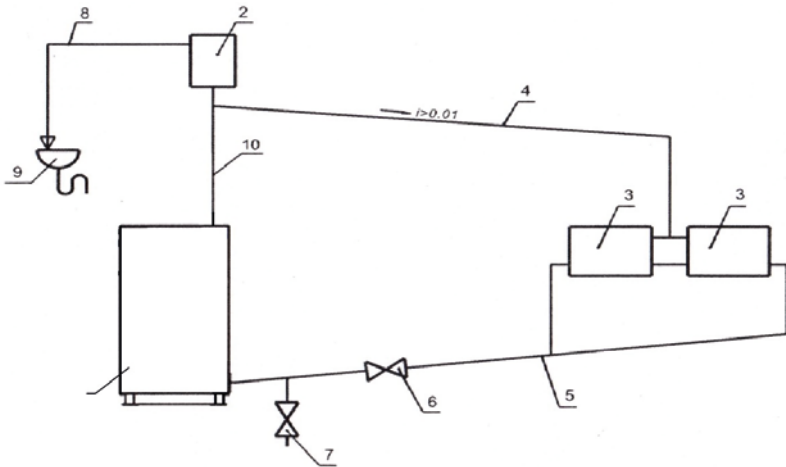
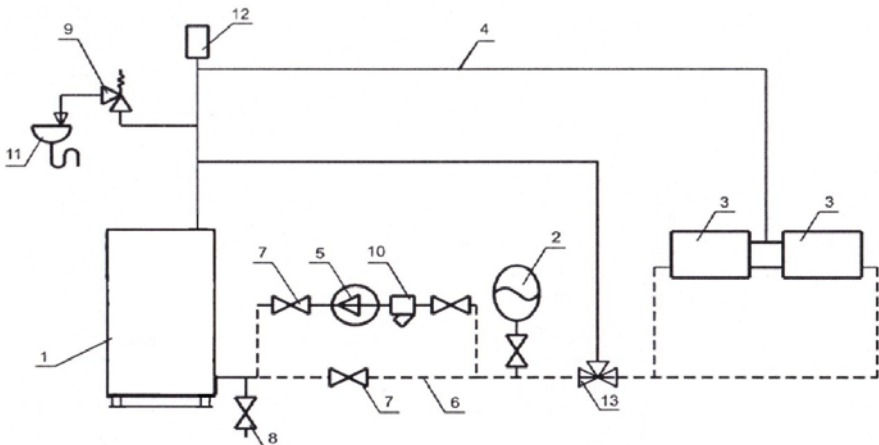

Рис. 4 Схема закрытой системы отопления
Рис. 5 Схема открытой системы отопления
- 7.2. При наличии стука в системе (гидравлические удары по причине парообразования), следует немедленно прекратить горение в топке и дать воде остыть до температуры 70°C, затем долить систему водой через кран (поз.8 рис.4) и вновь растопить котёл.
- 7.3. В зимнее время, если требуется прекратить топку на срок свыше суток, во избежание замерзания необходимо полностью освободить котёл и систему отопления от воды через сливные краны (поз.8 рис.4 или поз.7 рис.5).